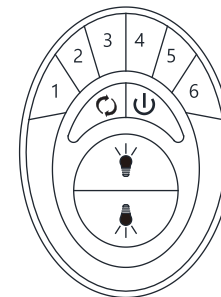

Fig.21
**Étape 1.** Le circuit de dérivation du ventilateur de plafond doit être rétabli au niveau du disjoncteur ou de la boîte à fusibles. Dans les 60 secondes qui suivent le rétablissement de l'alimentation, appuyez sur le bouton «  » du transmetteur (Fig.21) et maintenez-le enfoncé pendant 5 secondes. Le rétro-éclairage de la télécommande clignote deux fois et le ventilateur tourne pendant plusieurs secondes. Cela confirme que le processus d'appariement est terminé. Le transmetteur est maintenant apparié à votre ventilateur et prêt à être utilisé.